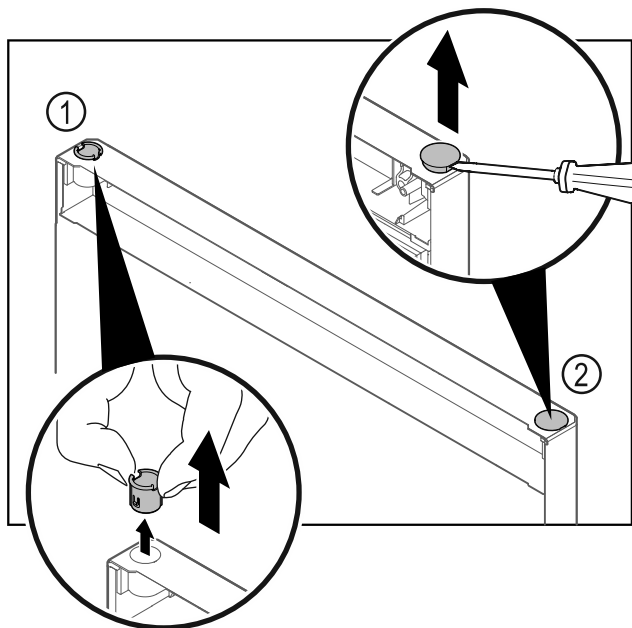

Fig. 14
- ▶ Nxirrni jashtë bokullën e menteshës Fig. 14 (1) me gishta.
- ▶ Ngrini lart me kujdes tapën mbuluese Fig. 14 (2) me një kaçavidë me kokë petë dhe nxirreni jashtë.